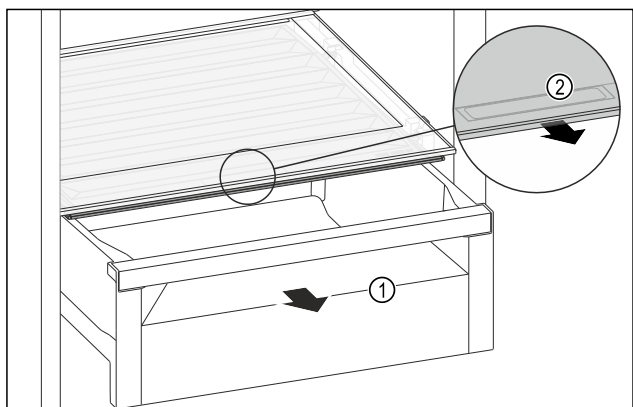

Fig. 146
- ▶ Витягніть висувний ящик Fig. 146 (1).
- ▶ Візьміться за потайну ручку Fig. 146 (2) на кришці відділення й одночасно потягніть кришку відділення вперед.